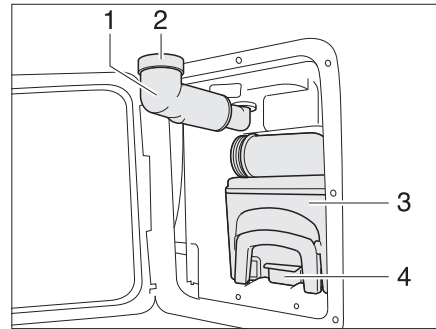

Bild 151 Thetford-kassetten
- Fäll ut påfyllningsöppningen för färskvatten (Bild 151,1).
- Tag av skruvlocket (Bild 151,2).